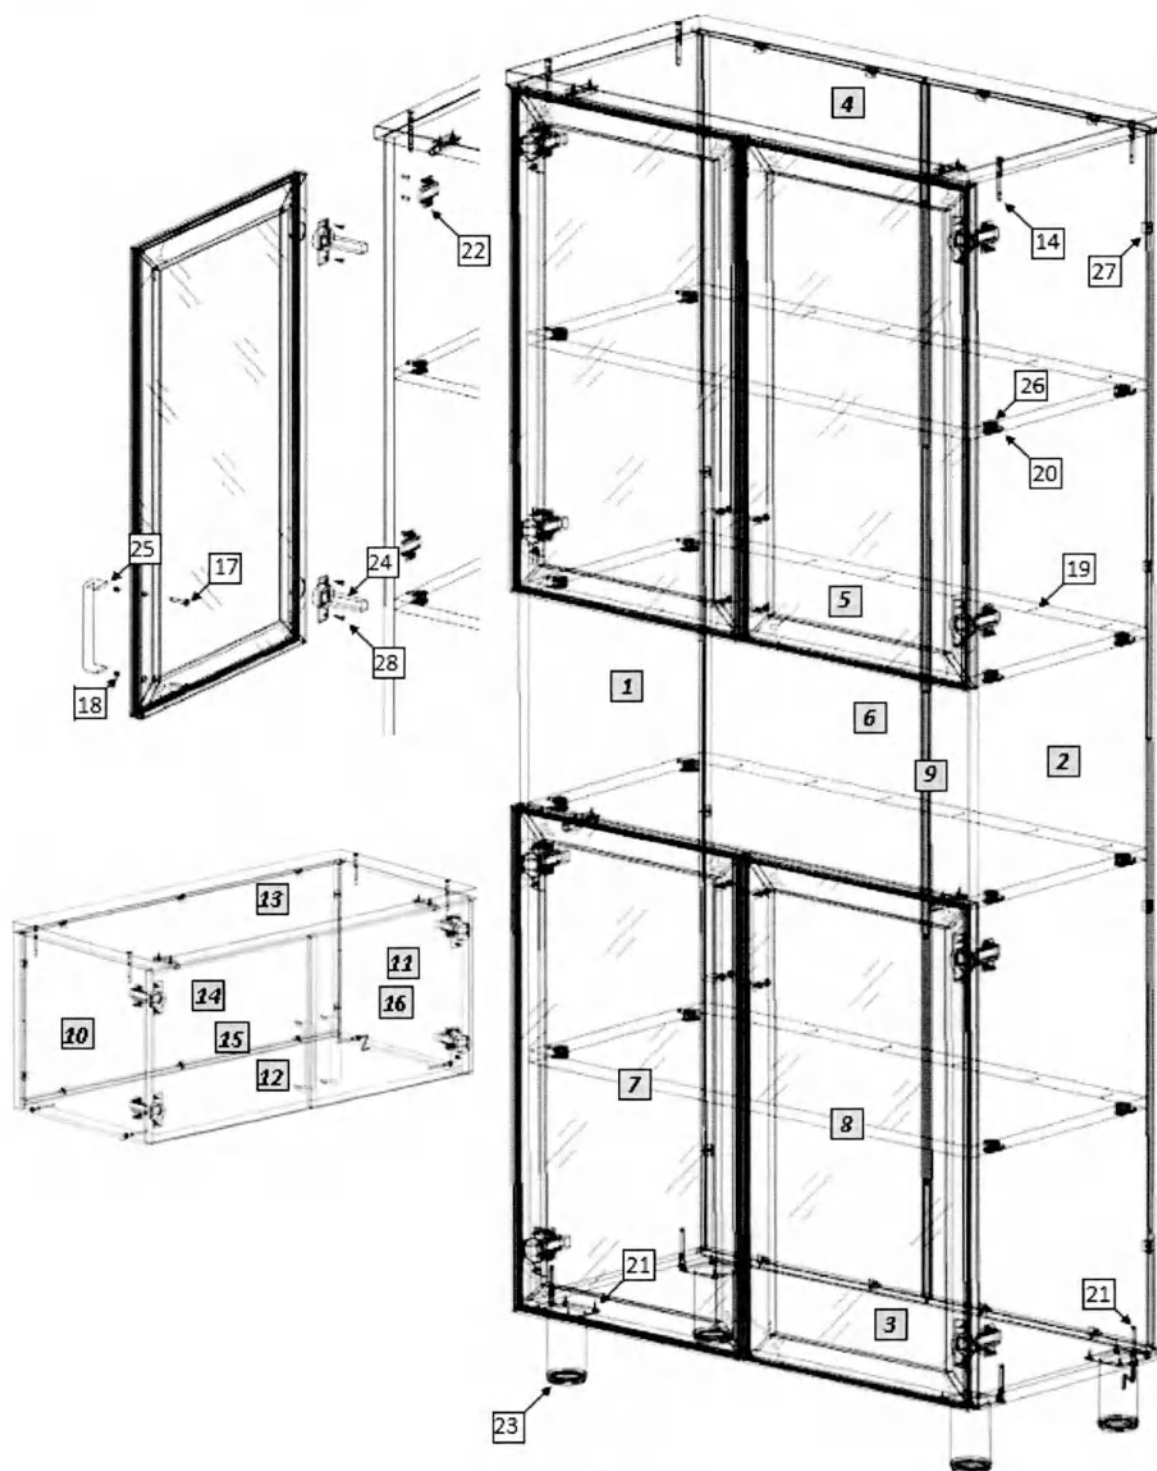

Рис. 1
1. Внимательно ознакомьтесь со схемой сборки, изображённой на рис. 1, сверяясь со спецификацией на изделие. Согласно схеме и спецификации определите расположение деталей в изделии и порядок их сборки. Сборка производится на ровном полу, укрытом материалом, предотвращающим повреждение покрытия пола и деталей мебели. Подготовьте необходимые для сборки инструменты – плоскую и крестовую отвёртки, молоток, рулетку или линейку, шуруповёрт.
2. На боковых стенках (1,2) установите ввинчиваемые дюбели эксцентриковых стяжек (13); установите монтажные планки петель (15). На горизонтальных стенках (5) установите эксцентриковые стяжки (19). Евровинтами (14) соедините боковые стенки (1,2) с горизонтальной нижней стенкой (3) и крышкой (4), установив в пазы задние стенки (6). Между задними стенками устанавливается соединительный профиль (9). Закрепите заднюю стенку в пазах уголками (20). Установите и закрепите горизонтальные стенки (5), гвоздями (12) зафиксируйте к ним задние стенки. На горизонтальной нижней стенке (3) шурупами (21) закрепите опоры (16).
3. На дверях (7,8) шурупами 4x16 (14) закрепите петли (17), установите ручки (18). Для правильной установки ручек на фасад из алюминиевого профиля, в отверстия в стекле должны быть установлены втулки (11), ручки крепятся винтами (10) (усилие не должно быть чрезмерным, чтобы избежать повреждения стекла). Закрепите двери к боковой стенке шкафа. Отрегулируйте положение дверей винтами петель.